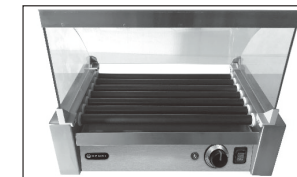

Рисунок 1
- 1) Встаньте лицом к панели управления роликового гриля. См. рис. 1.